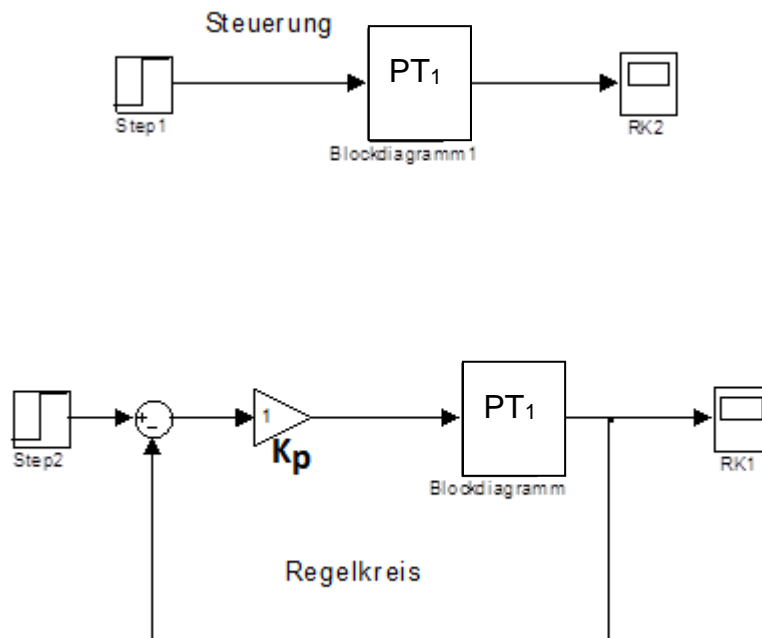

Abb. 1: Simulink-Modelle
- Erstellen Sie zwei Modelle (siehe Abbildung 1):